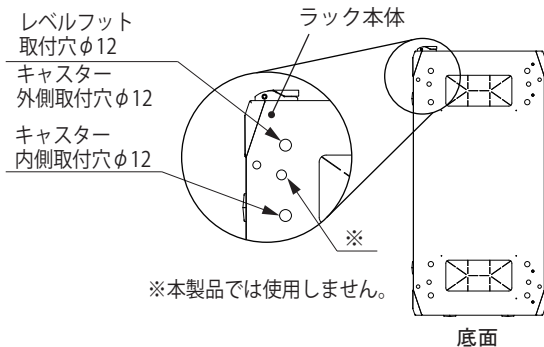

図3
- ・ラック本体底面の4コーナーにあるキャスター外側取付穴φ12(4か所)に付属のフランジナット M10・平座金 10 にて付属のキャスターを取り付けてください。(図3)
- ・キャスターとレベルフットを同時取り付ける場合は、キャスター内側取付穴φ12を使用してください。(図3)